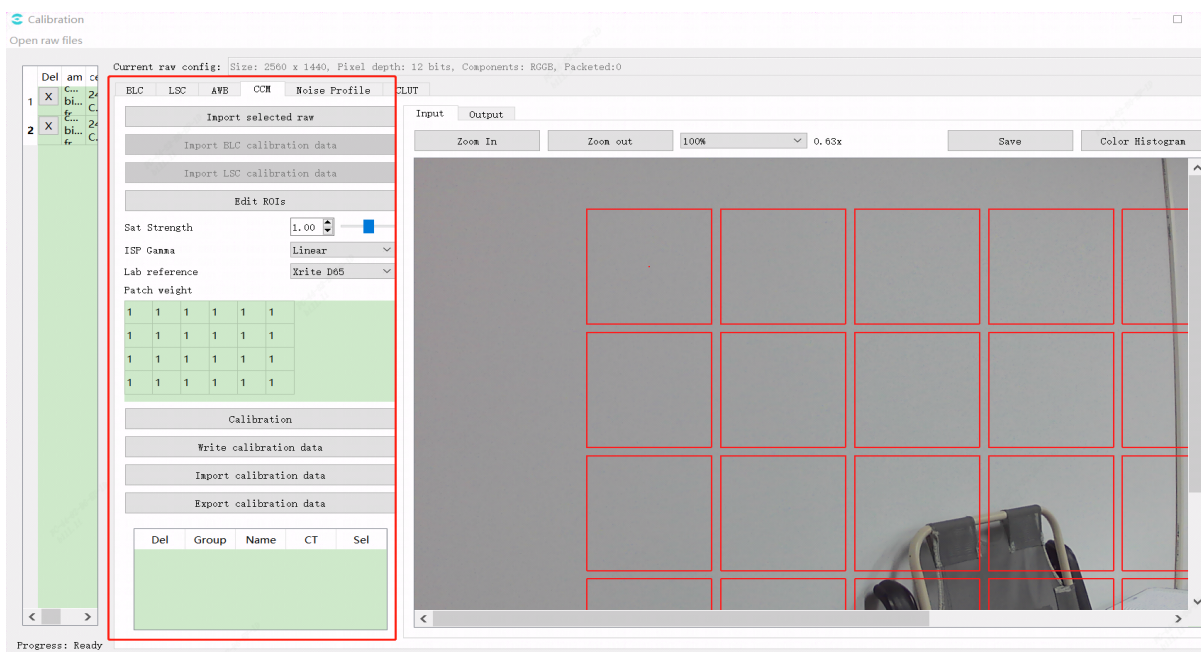

图 5.22: CCM 标定 yuv 工具界面
- PQtool 可通过 yuv 图片完成对 CCM 的标定, 其标定画面如图 图 5.22 所示, 其操作流程同上述, 但不再需要导入 BLC 和 LSC 标定数据了。